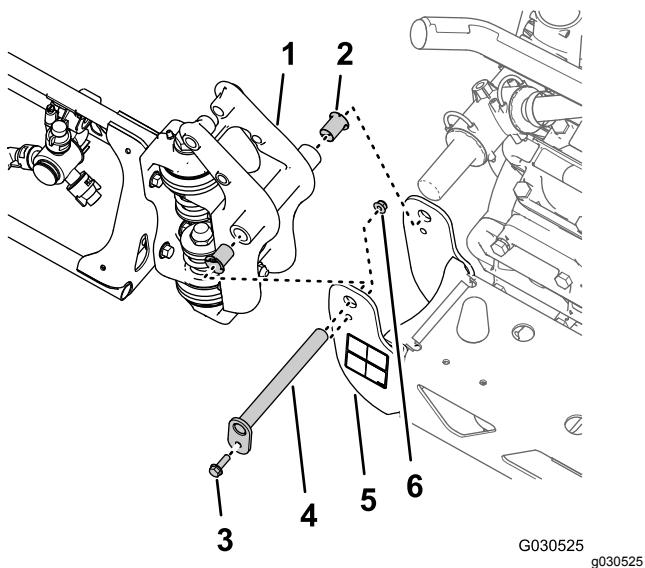

Figura 40
il perno orientabile alla staffa orientabile (Figura 40).
- Rimuovete il perno orientabile dalla staffa orientabile per la sezione di irrorazione centrale e il raccordo orientabile per la sezione di irrorazione esterna (Figura 40).
- Separate la sezione di irrorazione esterna da quella centrale e rimuovete la sezione esterna dalla macchina (Figura 40).
- Rimuovete le 2 boccole flangiate in nylon dal raccordo orientabile della sezione di irrorazione esterna (Figura 40).